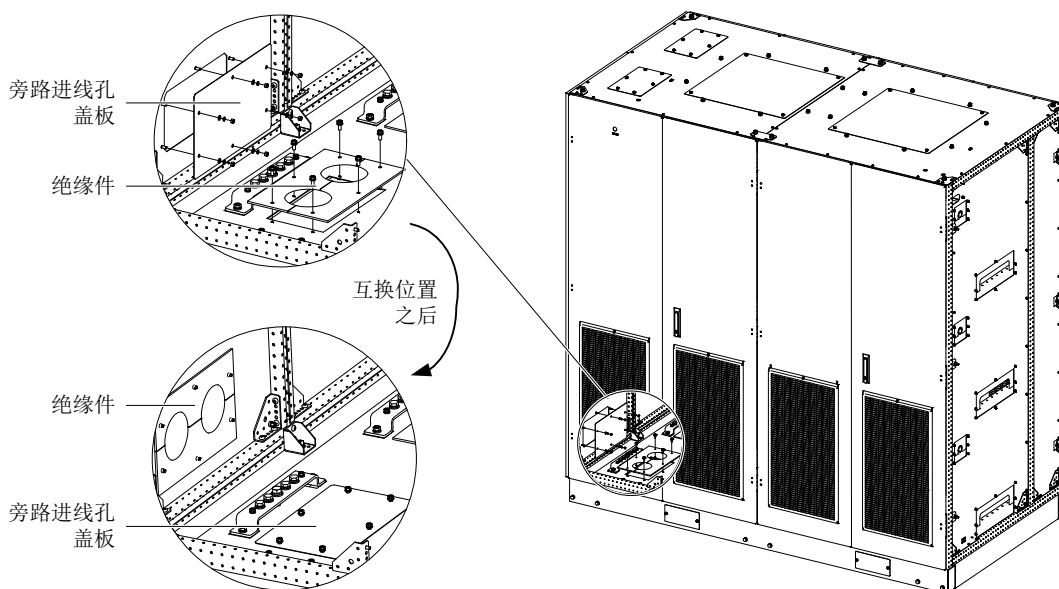
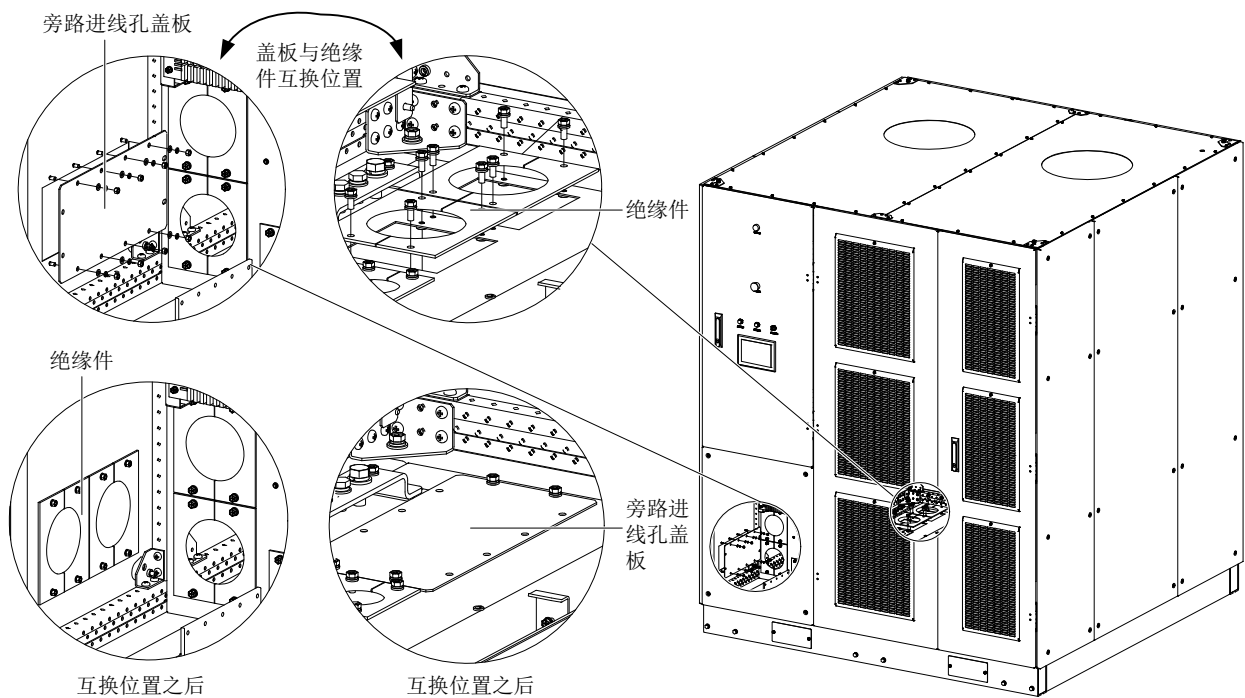

图3-14 互换旁路进线孔盖板和绝缘件的位置
图3-16 互换旁路进线孔盖板和绝缘件的位置
1) 拆掉变压器柜左侧下方的旁路进线孔盖板和下进线孔上的绝缘件，然后二者互换位置，如图 3-14 所示。
1) 先拆掉变频器出线室左侧的旁路进线孔盖板，接着将变压器柜右侧下方的下进线孔上的绝缘件（见图 3-14）拆除，然后二者互换位置，如图 3-16 所示。